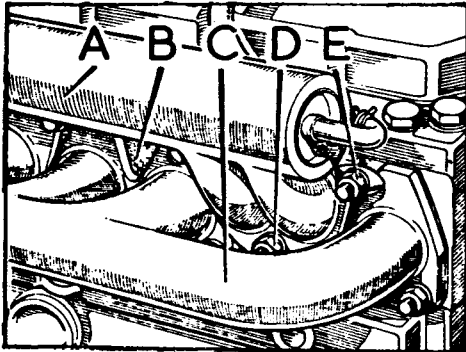

Fig. A1-19 Desmontaje de colectores de admisión y escape
- 1.4. Retirar la varilla medidora del nivel de aceite. Desmontar las tuercas, arandelas y puentes, E, y las tuercas y arandelas, D (Fig. A1-19). Retirando los colectores, A y C, y la junta, B.
- 2.1. Situar una nueva junta, B (Fig. A1-19) sobre la zona de asiento de los colectores, una vez que se haya limpiado perfectamente dicha zona.
- 2.3. Instalar en su sitio el colector de escape, C (Fig. A1-19) y fijar ambos - colectores con sus tuercas, arandelas y puentes, E, dando el apriete final de las tuercas partiendo del centro hacia los extremos.